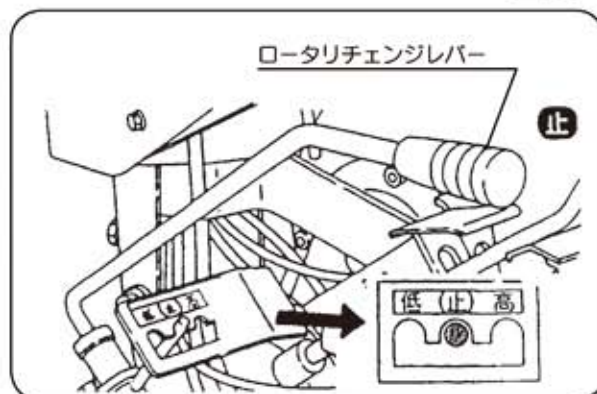

図16
- ③ロータリチェンジレバーを「止」の位置にします。(図16)